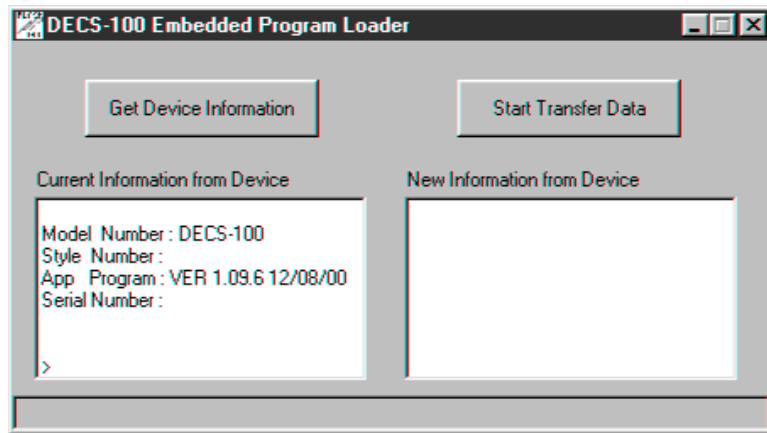

Figure 5-23. Paramètres du DECS-100 obtenus
4. Cliquez sur le bouton **Obtenir des Informations sur l'Appareil**. Le Chargeur de Programme intégré du DECS-100 retrouve et affiche le numéro de modèle, le numéro de style, le numéro de série et le numéro de version du programme d'application du DECS-100 dans la colonne de gauche (Figure 5-23).